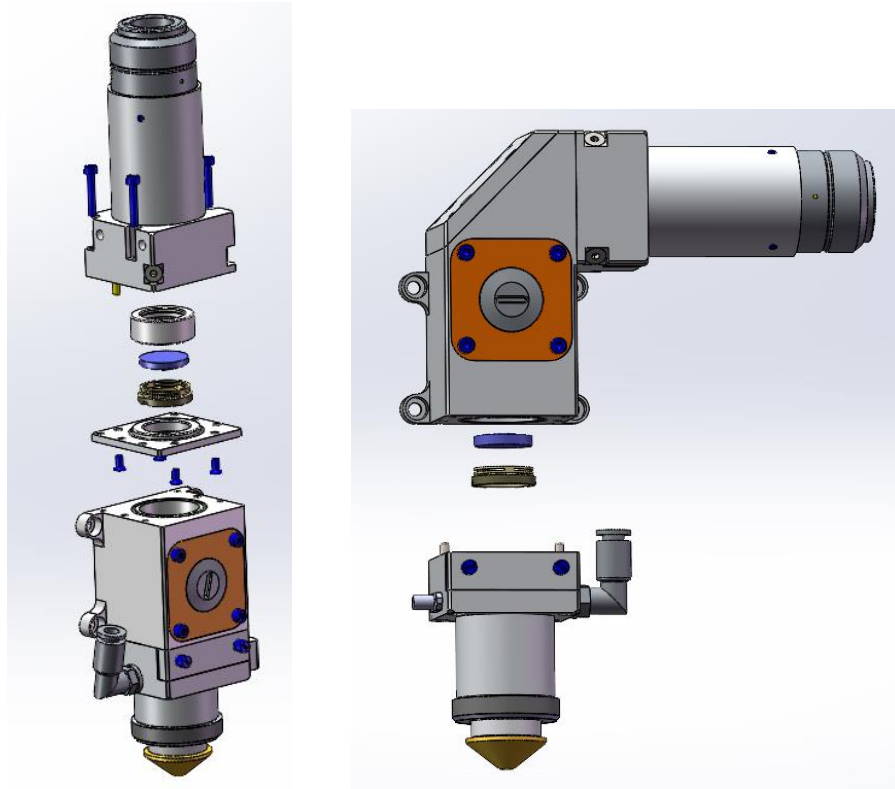

图 14 A130M-F50-F100-V2.0/A130M-L-F50-F100-V2.0 激光头聚焦镜示意图
- (1) 拆下激光头，移至洁净场所，清理干净激光头表面所有灰尘；
- (2) 用2.5mm 的内六角扳手拧开聚焦组件的锁紧螺钉（如图14所示），与准直组件连接的部分用美纹纸封好，防止灰尘掉入；
- (3) 用拆镜工具取下弹簧压圈和聚焦镜；
- (4) 清洁或更换聚焦镜片；